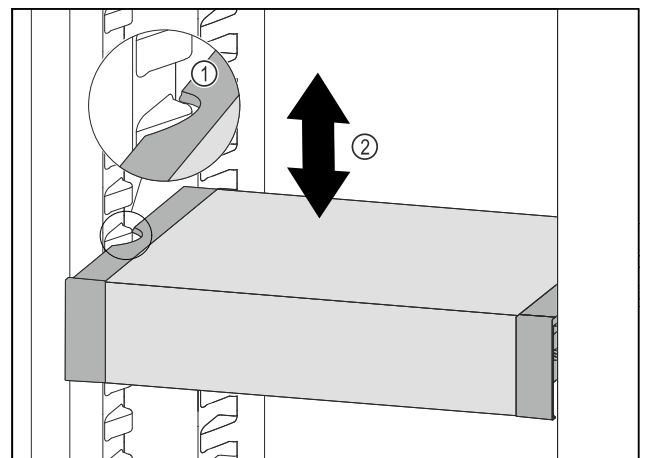

Fig. 89
- Tire del VarioSafe hacia delante hasta que los huecos laterales del VarioSafe se encuentren a la altura de la nervadura del recipiente en el compartimento del frigorífico. Fig. 89 (1)
- Mueva el VarioSafe hacia arriba o hacia abajo en el compartimento del frigorífico hasta alcanzar la altura deseada. *Fig. 89 (2)*